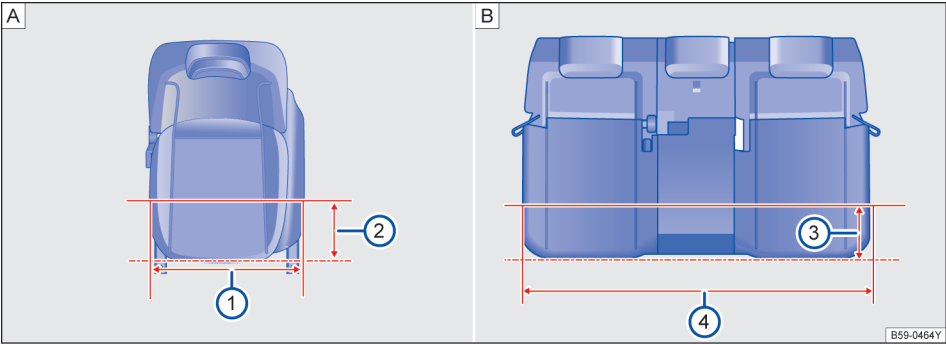

图 83 座椅座宽
如图 → 图 83 A 在距离前排座椅边缘 200mm 时
→ 图 83 A ②，前排座椅座垫宽度为 498mm
→ 图 83 A ①。
如图 → 图 83 B 在距离后排座椅边缘 200mm 时
→ 图 83 B ③，后排座椅座垫宽度为 1200mm
→ 图 83 B ④。